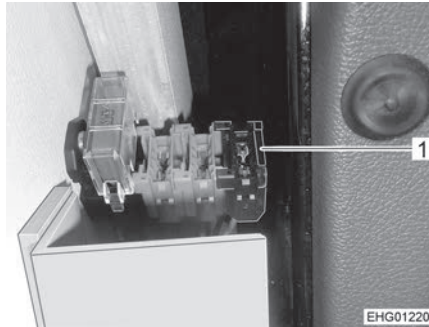

Fig. 169 Porte-fusibles sur les véhicules avec conduite à gauche (Ford)
- Changer le fusible sur le porte-fusibles (Fig. 169,1).